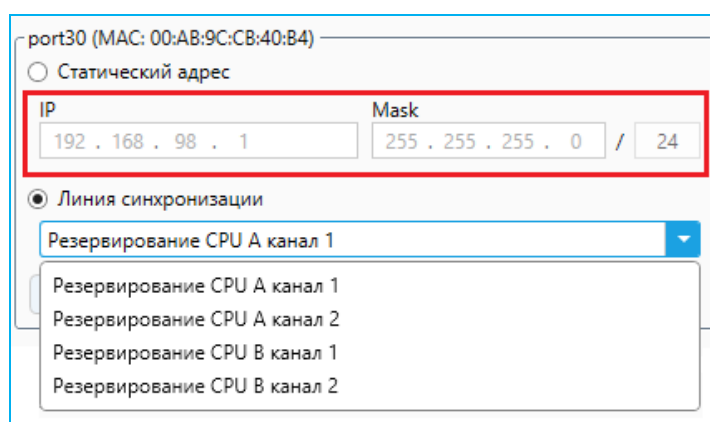

Рисунок 29 – Определение параметров линии синхронизации
- **Линия синхронизации** – канал модуля ЦП для организации линии синхронизации в резервированном контроллере. Выберите из выпадающего списка необходимое значение (Рисунок 29) и нажмите кнопку **Записать**.